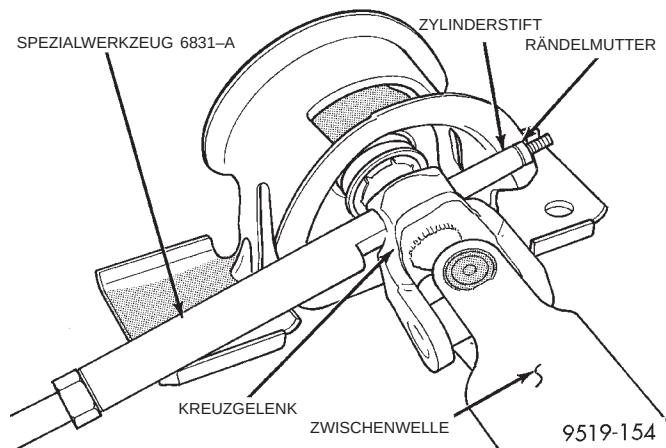

**Abb. 27 Spezialwerkzeug zum Einbau des Zylinderstifts im Kreuzgelenk montiert**
(1) Vor dem Einbau des Kreuzgelenks am Lenkrohr zunächst den Zylinderstift in das Kreuzgelenk hineinstecken. Den Zylinderstift aber nur so weit hineinstecken, daß er gerade bündig an der Innenseite der Bohrung anliegt. Falls der Stift zu weit eingeschoben wird, läßt sich das Gelenk nicht auf die Welle schieben.
(2) Das Kreuzgelenk so weit auf das Lenkrohr montieren, daß die Feder in die Kupplung eingesetzt werden kann.
(3) Abzieher, Spezialwerkzeug 6831-A, durch die Mitte des Zylinderstifts schieben und Rändelmutter aufschrauben (Abb. 27).
(4) Mit Abzieher, Spezialwerkzeug 6831-A, den Zylinderstift so weit in die Lenksäulenkupplung einbauen (Abb. 27), bis die Feder auf beiden Seiten der Kupplung vollständig montiert ist.